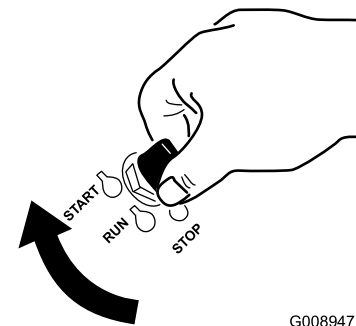

Figura 19
6. Gire la llave de contacto a la posición de Arranque (Figura 19).